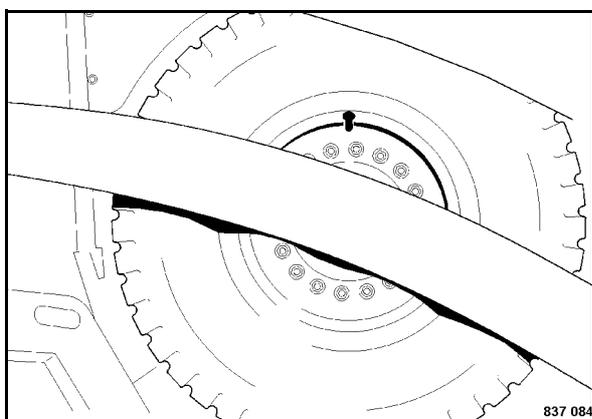

Fig. 176
- Con la valvola del pneumatico nella posizione in alto, misurare la pressione alla valvola del pneumatico (Fig. 176) con un manometro.